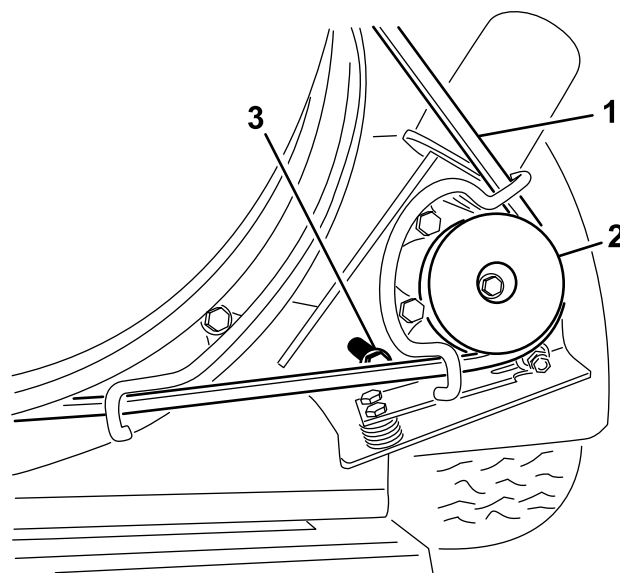

Figura 34
1. Afloje los pernos que sujetan el soporte de montaje de la polea al bastidor del soplador (Figura 34).